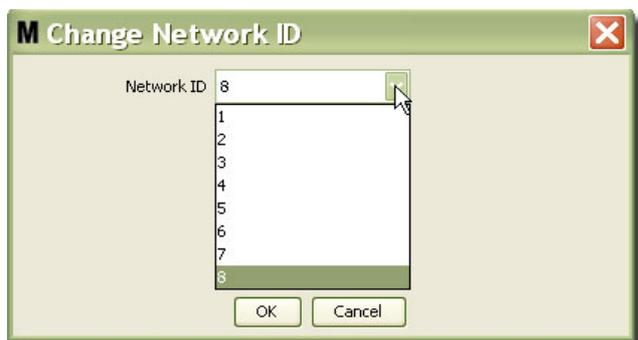

ABB. 85
3. Wählen Sie aus dem Dropdown-Menü mit verfügbaren Netzwerk-ID-Nummern die Ihrem Standort zugewiesene Netzwerk-ID-Nummer aus (ABB. 85). Klicken Sie auf „OK“, um das Fenster zu schließen und die Änderungen zu speichern.